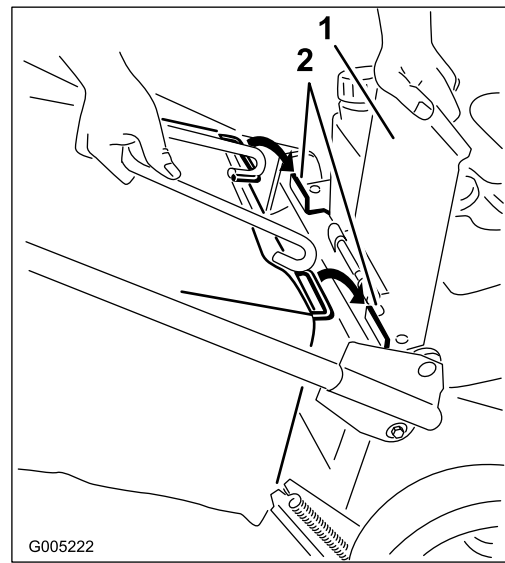

Bild 18
2. Heben Sie die hintere Klappe an und halten Sie sie hoch (Bild 18).
3. Setzen Sie den Korbrahmen auf die Korbstützlaschen (Bild 18).